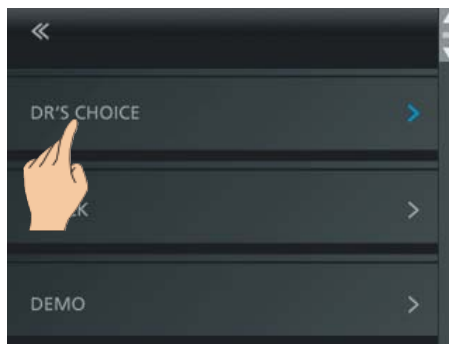

Fig. 21 Inställningen DR'S CHOICE
- Öppna menyn Inställningar och välj DR'S CHOICE (fig. 21).